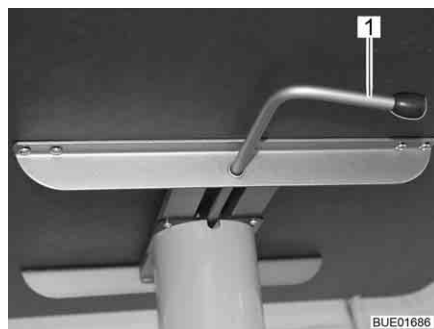

Fig. 73 Mesa elevadora
- Girar la palanca de bloqueo (Fig. 73,1) hacia la izquierda. El bloqueo del mecanismo de elevación está abierto.
- Girar la palanca de bloqueo (Fig. 73,1) hacia la derecha (Fig. 73). El mecanismo de elevación está bloqueado.
- Girar la palanca de bloqueo (Fig. 73,1) hacia la izquierda. El bloqueo del mecanismo de elevación está abierto. El tablero de la mesa se desplaza hacia arriba hasta el tope.
- Girar la palanca de bloqueo hacia la derecha (Fig. 73). El mecanismo de elevación está bloqueado.